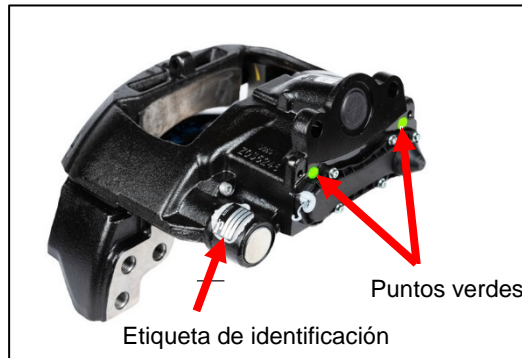

Figura 1: Ubicación de la información de las pinzas
5. Inspeccione para encontrar la presencia de un punto verde en cualquiera de los dos lugares mostrados en la **Figura 1**.